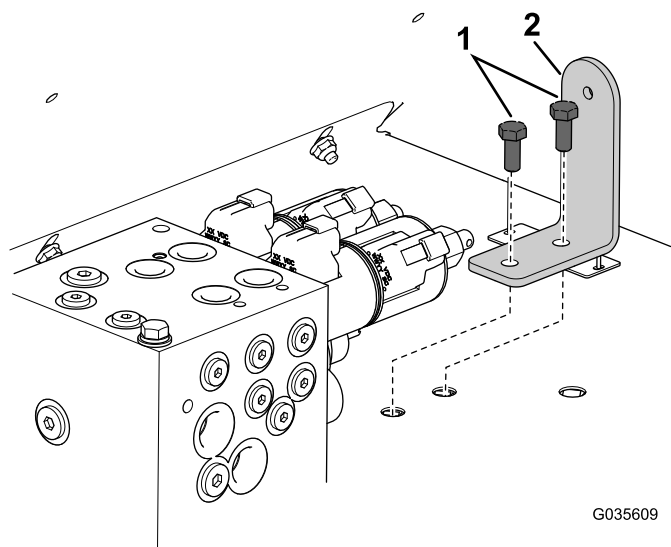

Bild 12
12. Befestigen Sie die Handradhalterung mit zwei Schrauben (5/16 x 3/4") an der Spülschutzvorrichtung, siehe Bild 12.